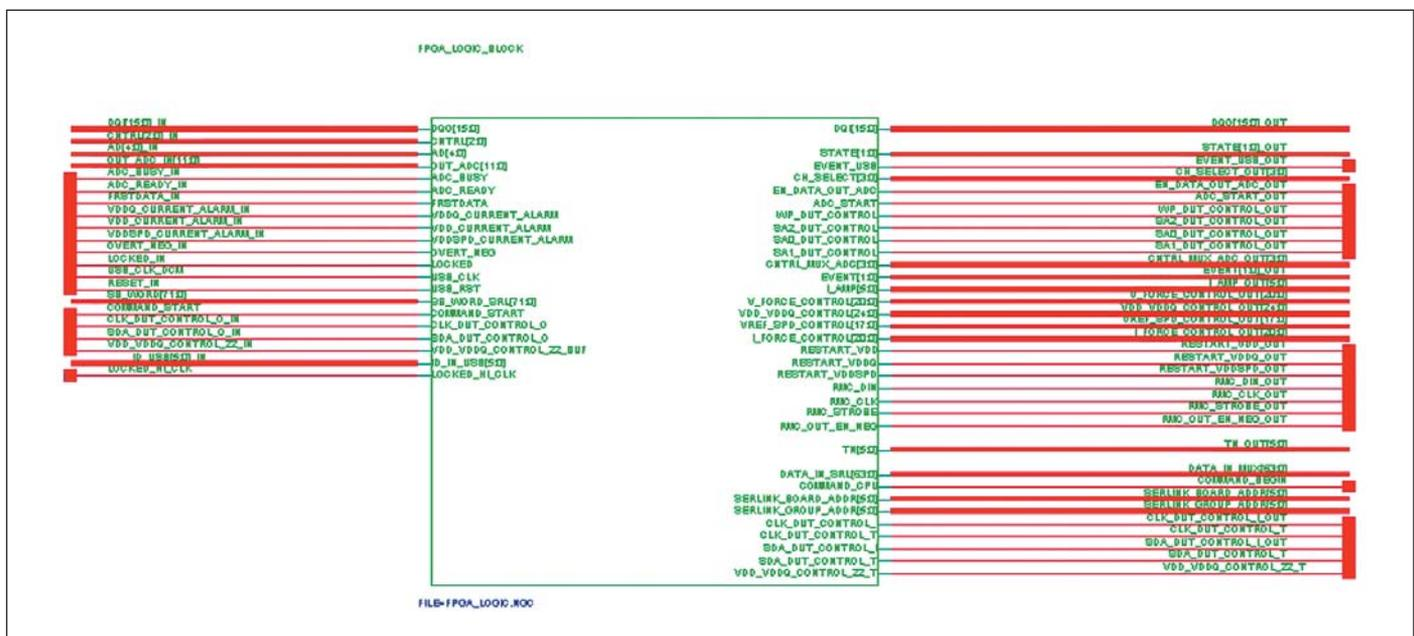

Рис. 9. Функциональный блок проекта нижнего уровня, сгенерированный программой
9.4. Выполняется генерация страницы проекта с установленным блоком — «квадратиком» проекта нижнего уровня, к которому уже подведены и названы провода, идущие к буферам ввода-вывода (рис. 9).